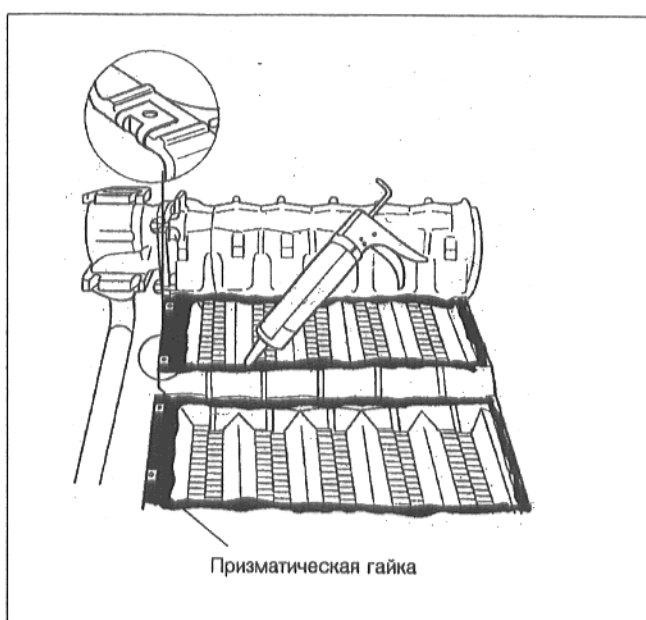

Рис. 14
- Надеть 4 призматические гайки (черные) на передние концевые секции (подключение подачи воды рис. 14).
- Заполнить уплотнительный паз имеющейся в комплекте поставки распылительной замазкой (рис. 14)\*. Чтобы обеспечить требуемую толщину слоя замазки (1,5 см), необходимо отрезать косо разбрызгивающий наконечник на расстоянии 4 см спереди (прибл. под  $45^\circ$ ). Обработать распылительной замазкой призматические гайки.